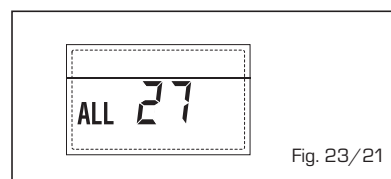

Fig. 23/21
- **ANOMALÍA COHERENCIA ENTRADA (S3) SÓLO POR SISTEMA 7 "ALL 28"** (fig. 23/22)